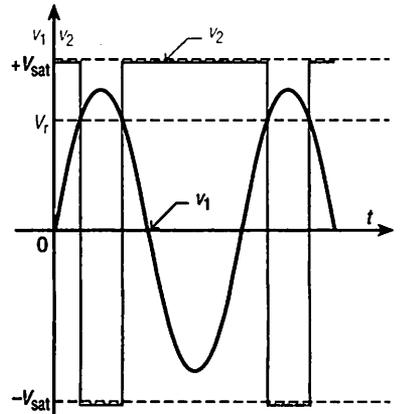

Fig. 15 : Courbe rectangulaire de la tension v_2 de sortie du comparateur.
3.3. Fonctionnement en courant alternatif (fig. 15)